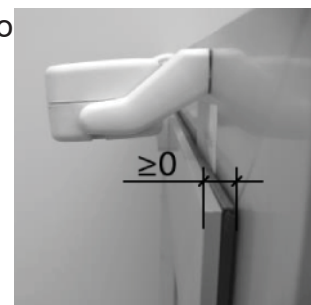

рис.1
- Проверьте, что после того, как привод был установлен, расстояния между лицевой плоскостью рамы и лицевой плоскостью створки (высота напlava) **больше или равно 0мм** (рис.1).